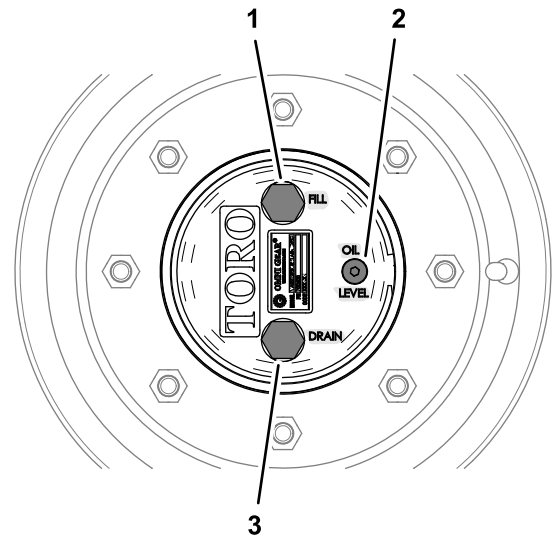

Figura 96
las 12) y el tapón de vaciado esté en la posición más baja (posición de las 6) (Figura 96).
1. Con la máquina en una superficie nivelada, coloque una rueda de manera que el tapón de llenado esté en la posición más alta (posición de las 12) y el tapón de vaciado esté en la posición más baja (posición de las 6); consulte Figura 96 en Comprobación del lubricante de la transmisión planetaria (página 73).